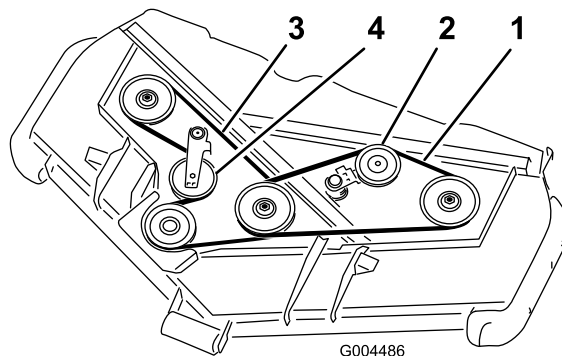

Figure 55
3. À l'aide d'une barre de levier ou d'un outil similaire, éloignez la poulie de tension de courroie supérieure (Figure 55) de la courroie pour détendre cette dernière et pouvoir la déchausser des poulies.
4. À l'aide d'une barre de levier ou d'un outil similaire, éloignez la poulie de tension de courroie inférieure (Figure 55) de la courroie pour détendre cette dernière et pouvoir la déchausser des poulies.
5. Acheminez une courroie neuve autour de la poulie de boîtier d'engrenages, des poulies d'axe inférieures et de l'ensemble poulie de tension, comme indiqué à la Figure 55.
6. Acheminez une courroie neuve autour des poulies d'axe supérieures et de l'ensemble poulie de tension, comme indiqué à la Figure 55.